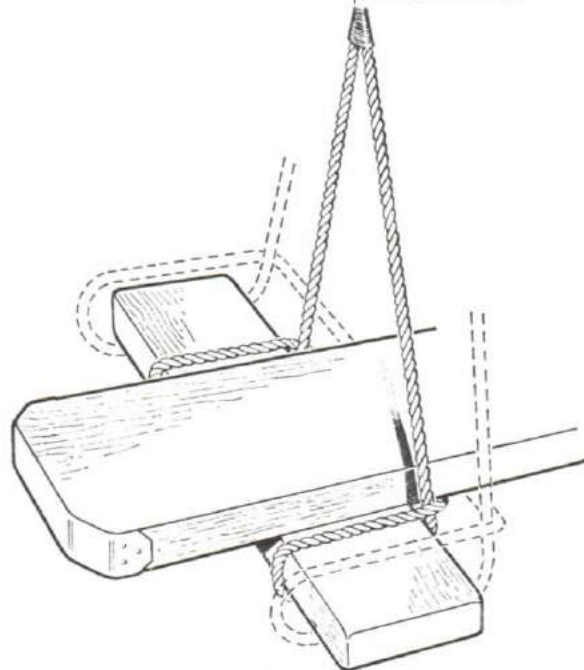

Figure 11-44
2. A long soft eye is either spliced or made with a bowline in one end of each lanyard and then placed under the end of the stage, with a half-hitch taken round each horn. See Figure 11-44. The lanyard is then either passed round a cleat or similar fitting near the gunwale above, through the eye of a lizard rigged for the purpose, or, in larger ships, through blocks or chain gantlines secured to eyeplates or to the top of funnels; and the end is then brought down and belayed round the horns of the stage, thus enabling those working on the stage to lower themselves to the position required. The lanyard should never be rove round a guardrail. Men on stages should wear lifelines and should be tended from above.
2. On fait un grand oeil avec une épissure ou un noeud de chaise simple à chaque extrémité que l'on fixe sous le bout de l'échafaud par un barbouquet autour de chaque saillie (voir la figure 11-44). On passe ensuite chaque attache autour d'un taquet ou d'une pièce semblable près du plat-bord au-dessus, à travers l'oeil d'un guide gréé à cet effet; sur les gros navires, l'attache passe dans des poulies ou cartahus à chaîne fixés à des pitons à plaque ou au sommet de la cheminée; l'extrémité revient ensuite pour être tournée aux saillies de l'échafaud, ce qui permet aux hommes travaillant sur cet échafaud de se descendre eux-mêmes jusqu'à la position désirée. L'attache ne doit jamais être tournée sur une rambarde. Les hommes travaillant sur échafauds doivent porter un filin de sécurité et être surveillés du pont au-dessus.